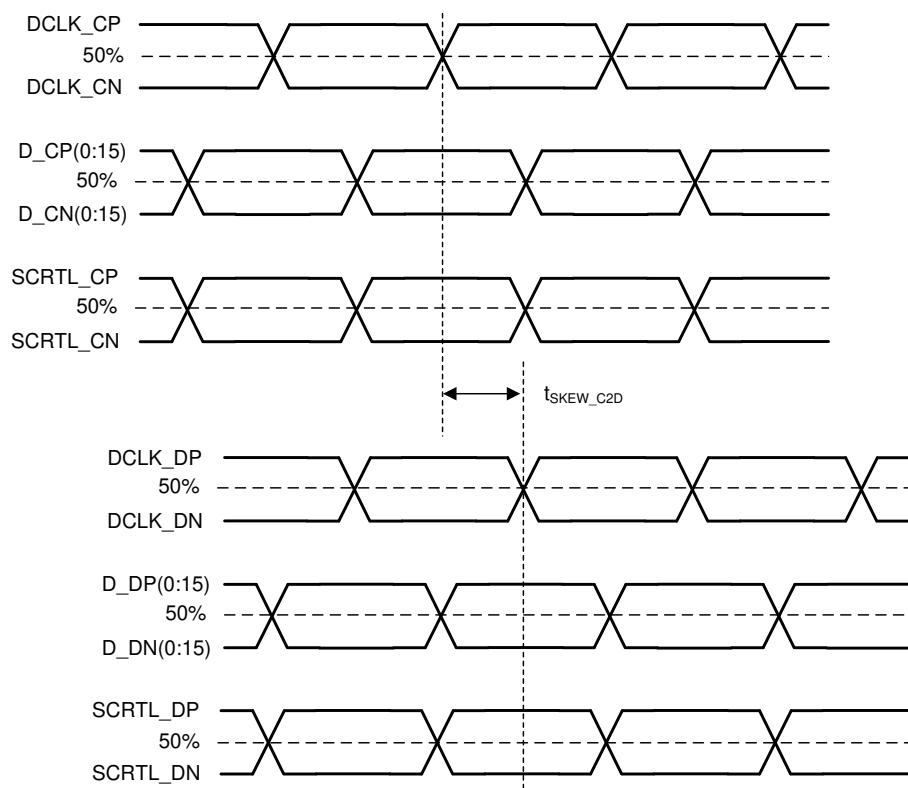

図 5-8. LVDS スキュー パラメータ
(5) 図 5-8 を参照してください。
(6) 図 5-8 を参照してください。
(7) チャネル A (バス A) には次の LVDS ペアが含まれます:DCLK\_A, SCTRL\_A, D\_A。
(8) チャネル B (バス B) には次の LVDS ペアが含まれます:DCLK\_B, SCTRL\_B, D\_B。
(9) チャネル C (バス C) には次の LVDS ペアが含まれます:DCLK\_C, SCTRL\_C, および D\_C
(10) チャネル D (バス D) には、以下の LVDS ペアが含まれます:DCLK\_D, SCTRL\_D, D\_D。